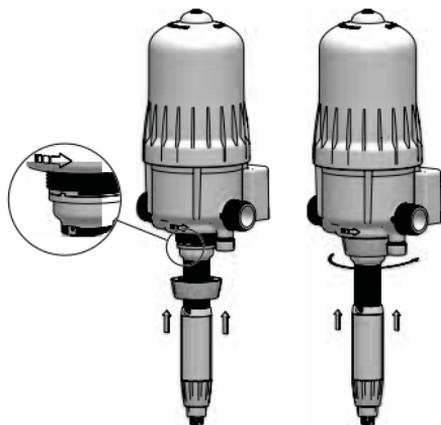

Fig. 22
- Introduzca la camisa en el cuerpo de bomba teniendo cuidado de alinear las clavijas de alineación (Fig. 22).